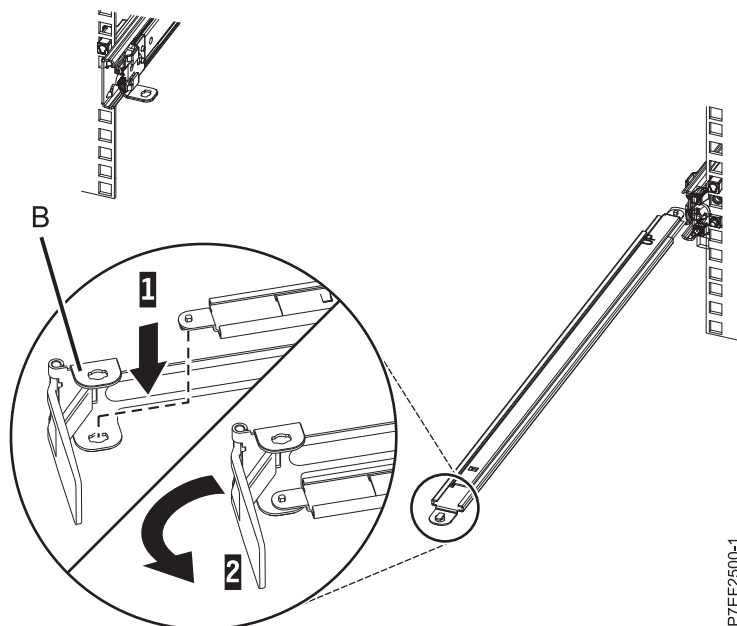

Figura 11. Fijación de la pieza de sujeción de tope de portacables al brazo de soporte
- Localice el orificio de la esquina inferior interna de la pieza de sujeción de tope de portacables en forma de L (B). Coloque el extremo que queda libre del brazo de soporte de modo que la lengüeta de bloqueo de la parte inferior de la punta quede alineada con el orificio de la abrazadera. Inserte la pestaña en el orificio (1) y haga girar la abrazadera (2) para fijarla al brazo de soporte. Para obtener detalles, consulte la Figura 11 en la página 9.